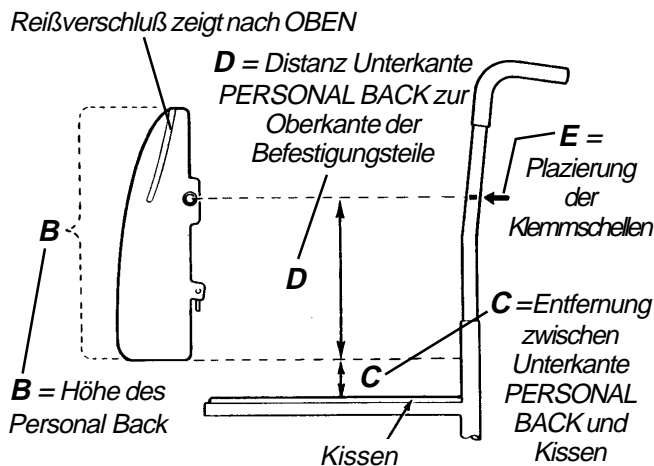

ABBILDUNG 1 - ERMITTLUNG DER BEFESTIGUNGSPOSITION ZUR MONTAGE DES PERSONAL BACK
**ERMITTLUNG DER BEFESTIGUNGSPOSITION ZUR MONTAGE DES PERSONAL BACK (ABBILDUNG 1)**
3. **Benutzen Sie die folgende Formel nachdem Sie von Ihrem Arzt daraufhin untersucht wurden (ABBILDUNG 1).**